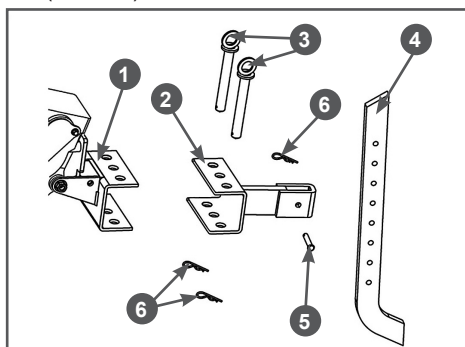

Рис. 11 Установка сошника
3. Установите в кронштейн 1 рамы мото-блока кронштейн 2 сошника (Рис. 11). Совместите отверстия в кронштейнах рамы и сошника и вставьте пальцы 3. Зафиксируйте пальцы 3 шплинтами 6 (Рис. 11).
4. Установите сошник 4 в кронштейн 2 сошника (Рис. 11). Вставьте сошник между пластинами кронштейна, совместите нужное отверстие в сошнике с отверстием в кронштейне и вставьте палец 5 крепления сошника (Рис. 11). Зафиксируйте палец шплинтом 6 (Рис. 11).